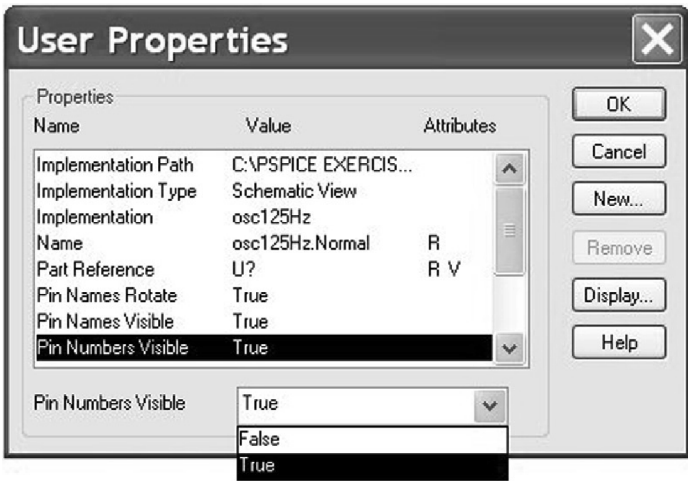

图 20.27 属性编辑器
- 15. 如图 20.27 所示，在元器件编辑器的任意位置双击鼠标左键，打开 User Properties 属性对话框。选中 Pin Numbers Visible，然后在下拉菜单中选择 True。单击 OK 按钮进行确定。